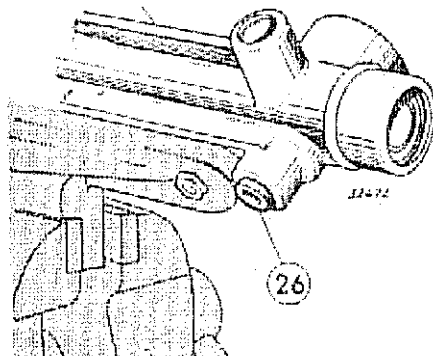

Fig. 300
- 8) Extraer del cárter de la caja de dirección el buje de bronce del piñón (26) (Fig. 300).